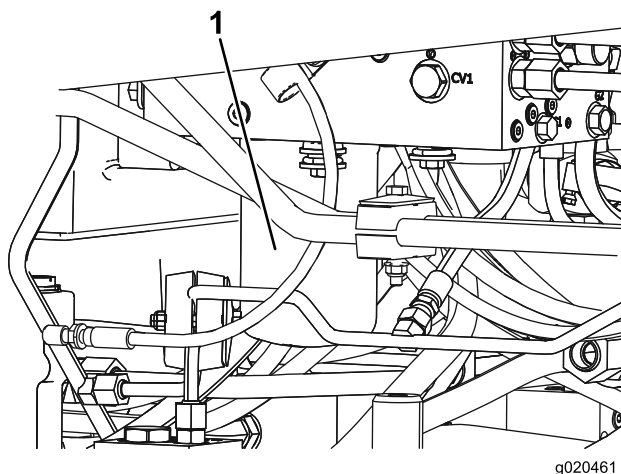

Figure 74
5. Procédez de même pour l'autre filtre (Figure 74).